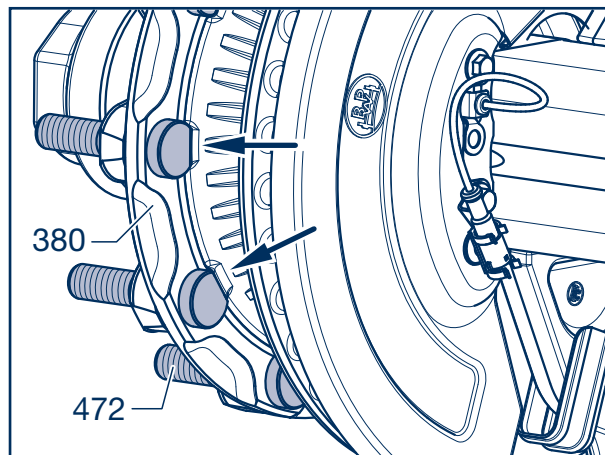

Fig. 54
- [36] Bohrungen für die Radbolzen (472) der ECO Unit (434) und der Bremsscheibe (380) in Übereinstimmung bringen.
- [37] Radbolzen (472) soweit wie möglich in die Bremsscheibe / ECO Unit einstecken. Hierbei auf richtigen Sitz des Radbolzenkopfes an der Bremsscheibe (380) achten (Verdrehsicherung), siehe Fig. 54.